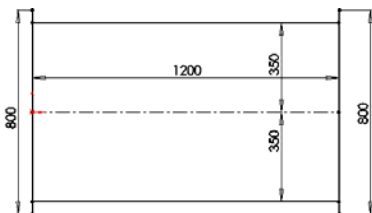

图 16-3 绘制两条水平直线
③ 绘制两条水平直线,如图 16-3 所示,然后单击“退出草图”按钮